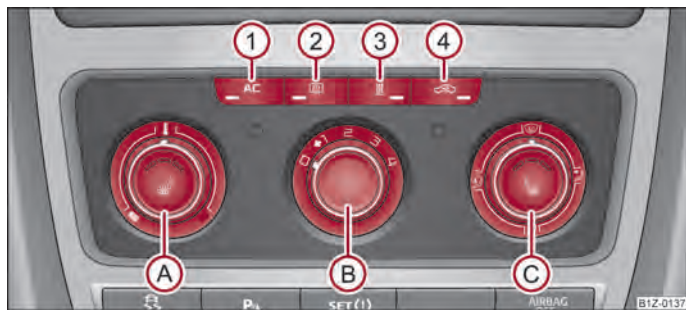

Fig. 94 Instalația de climatizare: Elementele de comandă
Instalația de răcire funcționează numai când tasta **AC** (1) → fig. 94 (1) este apăsată și se îndeplinesc următoarele condiții:
- Rotiți regulatorul rotativ **A** → fig. 94 spre dreapta pentru a mări temperatura.
- Apăsați tasta **AC** (1) → fig. 94. Lampa de control din tastă se va aprinde.
- Elementele de comandă A, B, C și tasta 1 și 4 ⇒ fig. 94.
- Apăsăți tasta  4 ⇒ fig. 94, lampa de control din tastă se aprinde.
Când regulatorul C se află în poziția  ⇒ fig. 94, recircularea aerului este oprită automat. Prin apăsarea repetată a tastei  puteți porni recircularea aerului și în această poziție. ▶